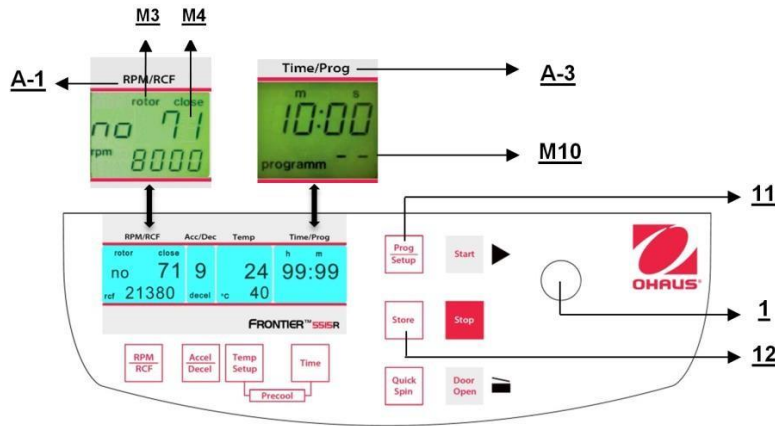

Figure. 25
Pour rappeler des programmes mémorisés, appuyer sur la touche **"Prog/Setup"** (11) (voir la figure 25) alors que le couvercle est déjà fermé. Sur l'affichage **"Time/Prog"** (A-3), le mot **"programm --"** (M10) apparaît. Le numéro de programme désiré peut être présélectionné avec le bouton de réglage (1).
Pour quitter le mode de programmation, appuyer simplement sur la touche **"Prog/Setup"** (11) (voir la figure 25). Sur l'affichage **"Time/Prog"** », le mot **"programm"** apparaîtra. Régler l'affichage sur **"programm--"** (M10) avec le bouton de réglage (1).